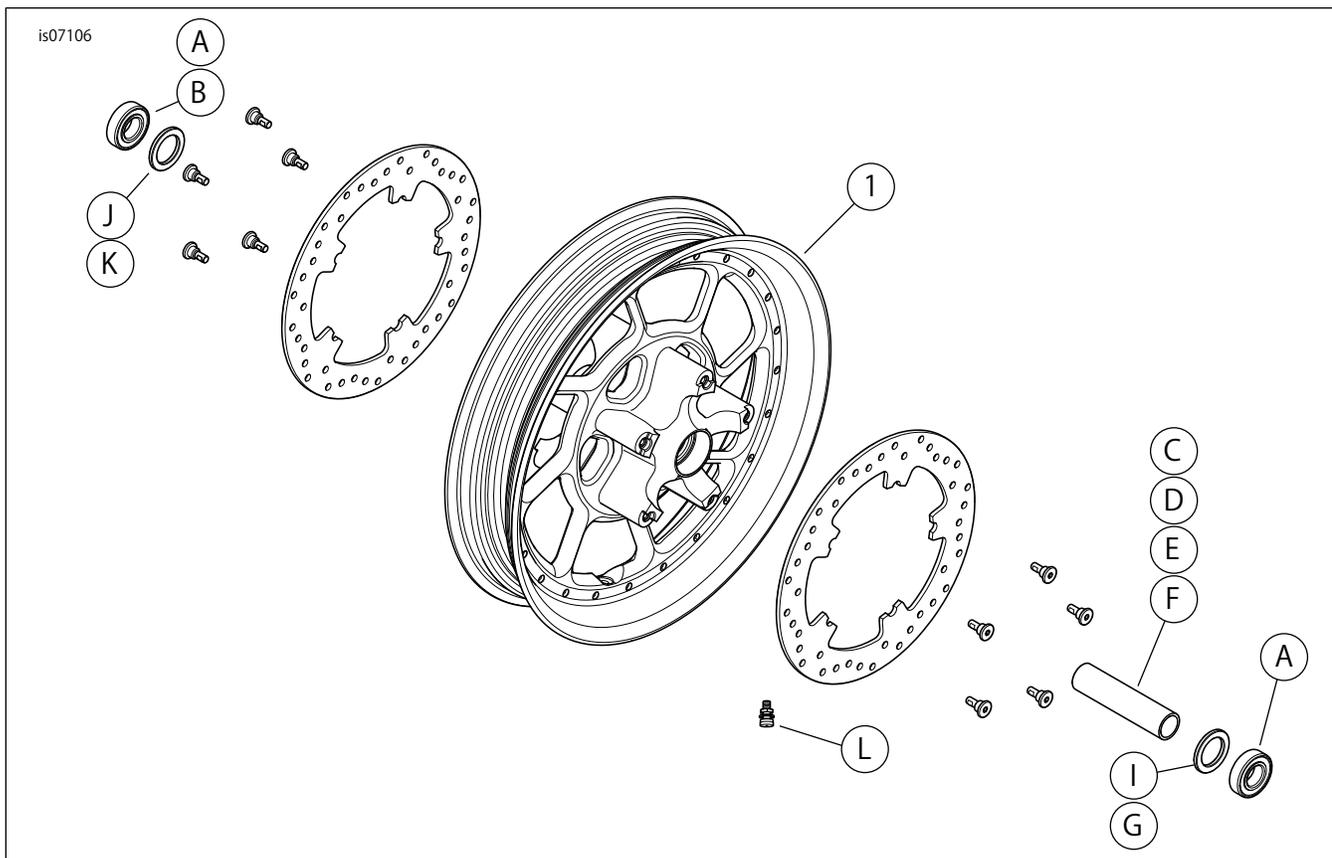

図1。交換用パーツ：ロードワインダーフロントホイールキット
2. 「図1」を参照してください。ホイールにバルブシステムアッセンブリー(L)を取り付けます。サービスマニュアルの「タイヤ」を参照してください。